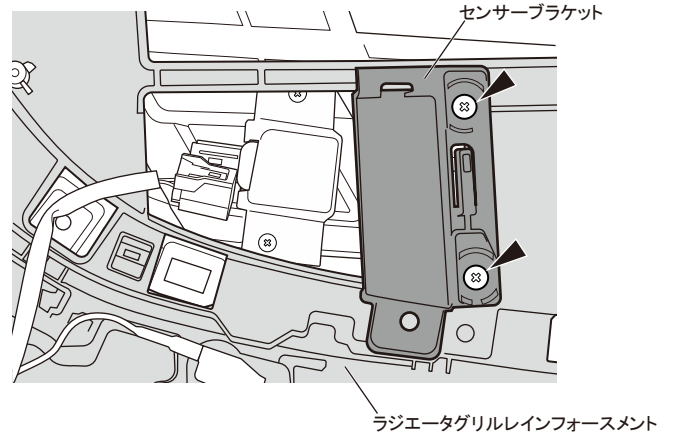

**図13** センサーブラケット切除加工と取付け
13. 図13を参照し、センサーブラケットを切除加工し、純正ビスを使用してラジエーターグリルレインフォースメントに復元します。